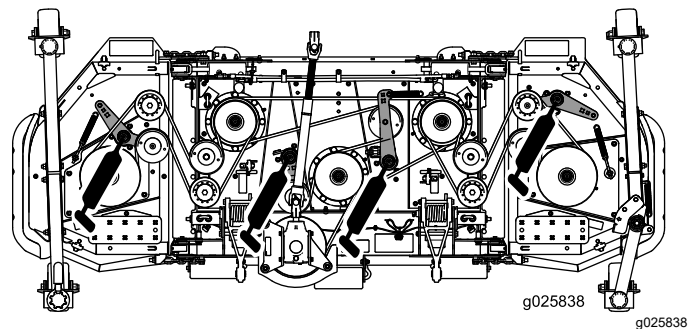

Bild 17
- Spannarm-Drehzapfen (4) (Bild 17)